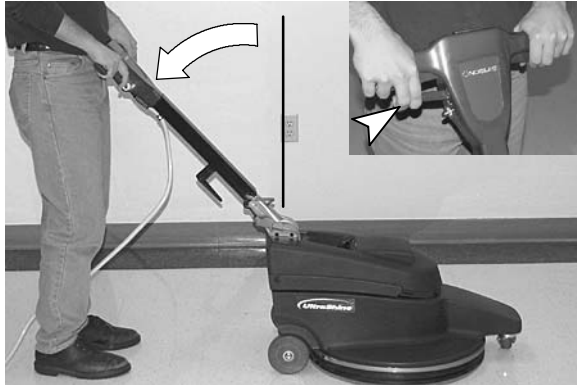

FIG. 6
3. Abaissez la poignée à une hauteur de manipulation souhaitée en tirant sur le levier d'ajustement de hauteur de la poignée. Relâchez le levier pour engager la poignée (Figure 6).